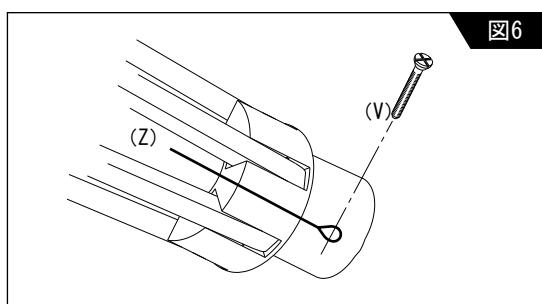
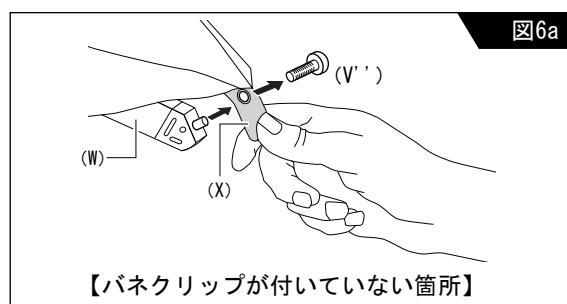
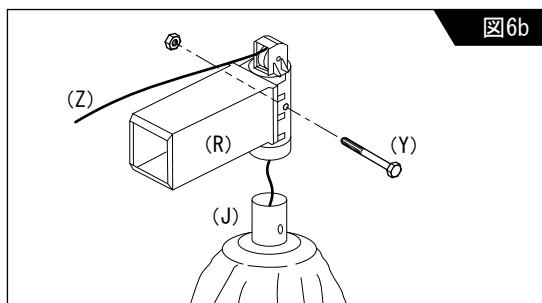
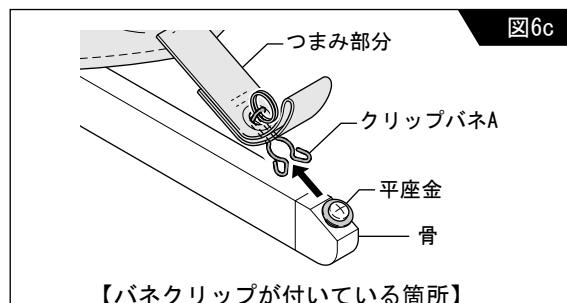

図6
図6a
図6b
図6c
アンブレラからのシートの取り外し (図6、図6a、図6b図6c参照)
1. (図6)のようにビス(V)を抜きワイヤー(Z)を緩めます。
2. (図6a)のようにビス(V')を外し、骨(W)からシートのつまみ(X)を外します。バネクリップが付いている箇所は(図6c)のように外してください。
3. (図6b)のようにアンブレラ・シートの止め具部分(R)をビス(V')を外します。
5. (図6b)のようにワイヤー(Z)をシート管(J)とシートの止め具部分(R)から抜き取ります。